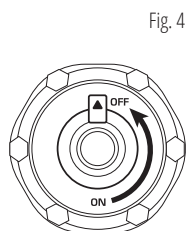

Fig. 4
6. Après l'arrêt, laissez refroidir le groupe électrogène et fermez l'évent sur le bouchon du réservoir de carburant (position « OFF », Fig. 4)